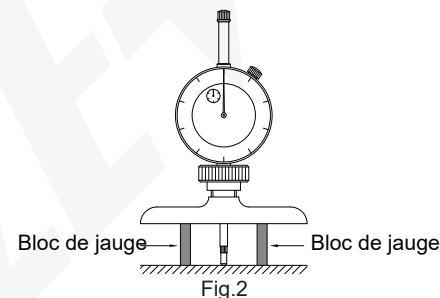

Fig.2
- Effectuez l'étalonnage à l'aide d'un outil d'étalonnage ou de deux blocs de jauge de même taille (Fig.2), faites en sorte que l'aiguille longue pointe le zéro en ajustant la position verticale de l'indicateur ou en faisant tourner la lunette, mesurez plusieurs fois pour vous assurer que le zéro est correctement réglé.